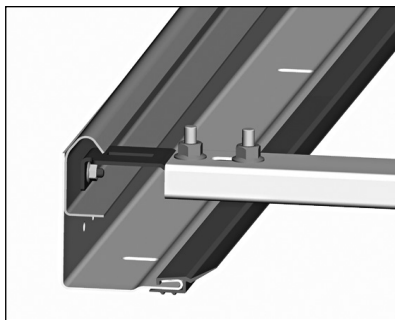

Рис. 14. Установка мерной планки
- установить мерную планку между опорными стойками (рис. 14);